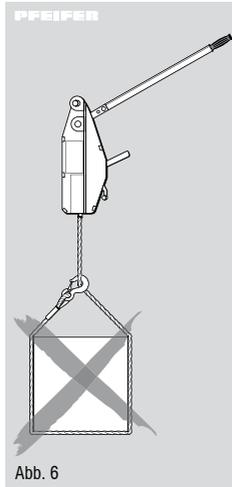

Abb. 6
- Das Seil darf nicht als Anschlagseil (Schlingenseil) verwendet werden (Abb. 6).